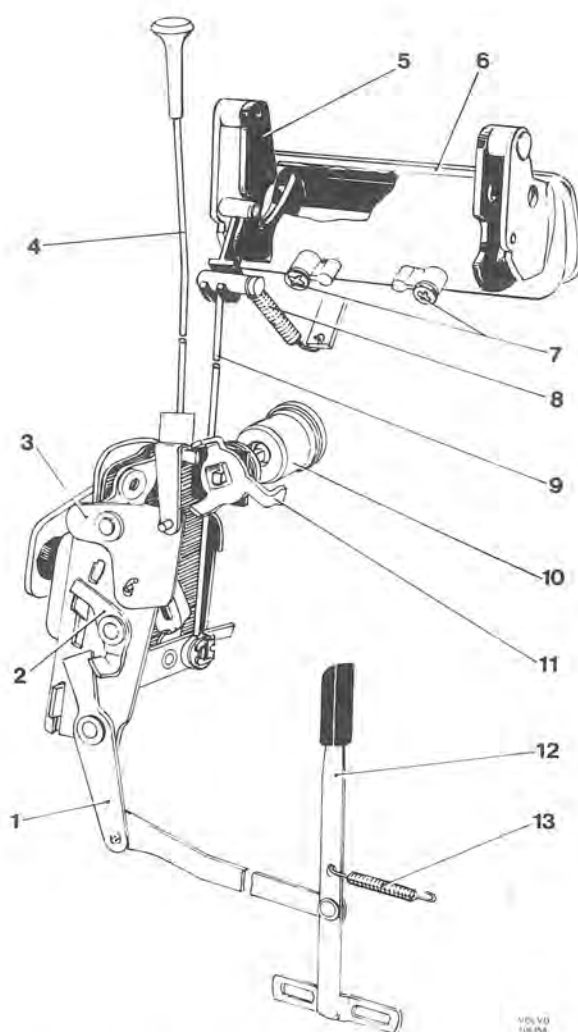

Bild 18. Dörrlås, främre (senare utförande)
3. Sänk rutan något, så att hålet i rutskenan kommer mitt för den främre av de två fästskruvarna (7, bild 18) och skruva loss denna.
5. Haka av returfjädern (8) och lyft därefter ur handtaget och käpan som en enhet.
1. Sätt handtaget på plats i dörren och för samtidigt in dragstängen (9 bild 18) i handtagets lyftarm.
2. Skruva i och dra åt skruvarna (7). Den främre skruven är åtkomlig genom ett hål i hisskenan.